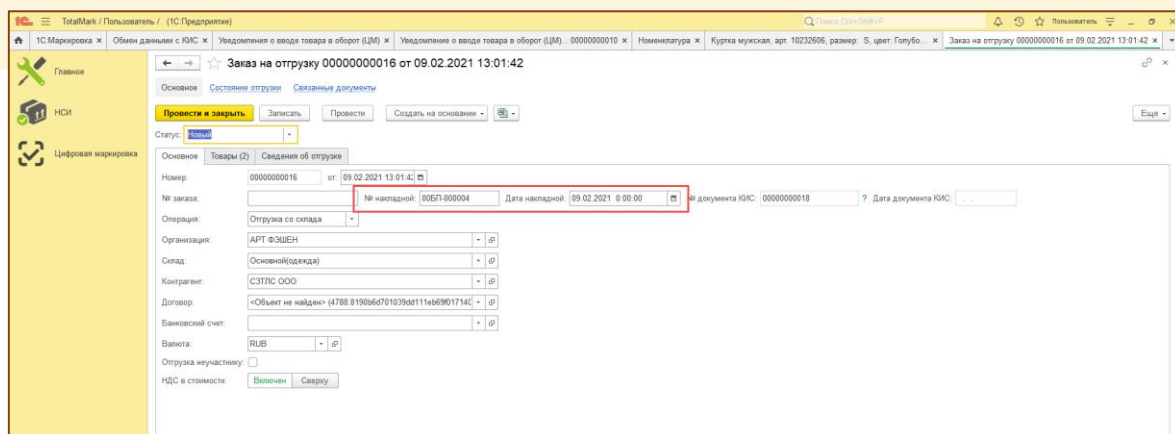

Рис. 8-11 - Работа с Заказом на отгрузку в 1С: Total
- В заказе на отгрузку заполнены реквизиты «Номер накладной» и «Дата накладной» (Соответствует Номеру и Дате документа продажи) (Рис. 8-11);